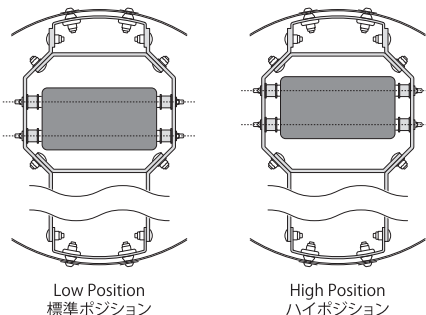

Fig.8
- To get maximum trigger response of the Bass Drum Pad, adjust the height of the pad, so the pedal beater comes in contact with the center of the Bass Drum Pad (Fig.8).
- BDパッドは、ビーターの位置に合わせて標準ポジションとハイポジションのセッティングが可能です (Fig.8)。